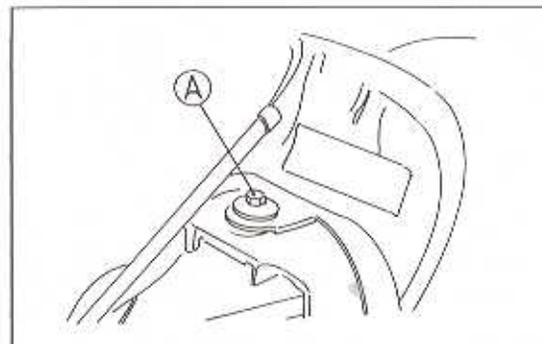

Bild 71
- Die Befestigungsschraube hinten am Tank entfernen (Bild 71).